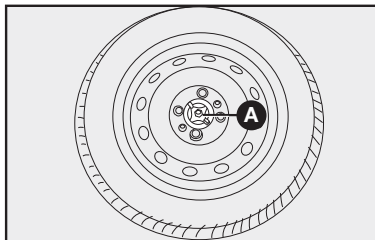

fig. 14
- Fixar a roda com o dispositivo de bloqueio **A-fig. 14**.